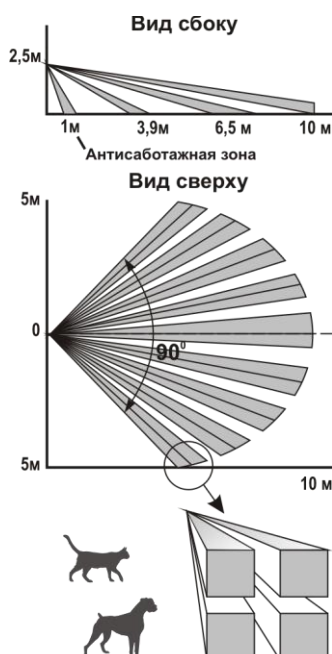

Рисунок 2
2.1 Принцип действия основан на регистрации изменений потока теплового излучения, возникающих при пересечении человеком чувствительных зон. Каждая чувствительная зона состоит из четырех элементарных чувствительных зон (рисунок 2). Чувствительные зоны извещателя формируются линзой Френеля и четырехплощадочным пирозлектрическим приемником излучения. Электрический сигнал с пирозлектрического приемника поступает на электронную схему извещателя, которая в соответствии с заданным алгоритмом работы формирует извещение о тревоге.